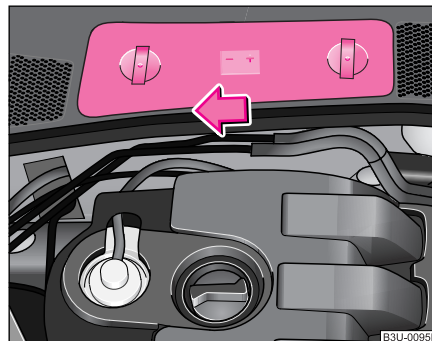

Fig. 164 Compartimentul motor: Colectorul de apă - capacul bateriei
- Apăsați capacul în sensul indicat de săgeată ♥ fig. 164.